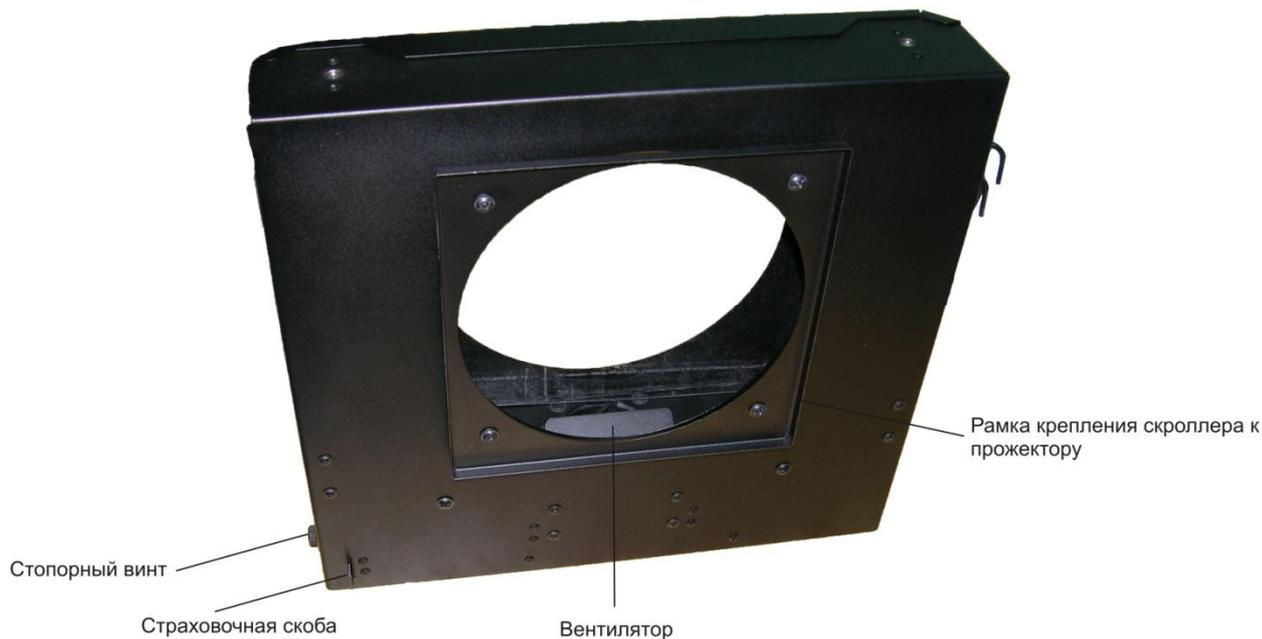

Рис.1 Внешний вид скроллера со стороны крепления (сзади)
- Скроллер фиксируется на прожекторе при помощи рамки (см. рис. 1), расположенной на тыльной стороне. Размер рамки должен соответствовать типу светильника.
- После установки скроллера на прожектор обязательно нужно присоединить страховочный тросик к проушине (см. рис. 1). Защёлку-карабин на другом конце тросика надо соединить с аналогичной проушиной на прожекторе, для обеспечения безопасной работы.